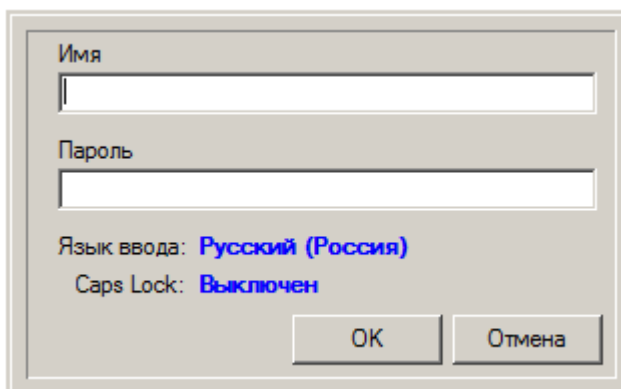

Рисунок 3. Ввод имени пользователя и пароля.
7.1.3 Ввести имя пользователя, пароль и нажать кнопку «ОК» (Рисунок 3).